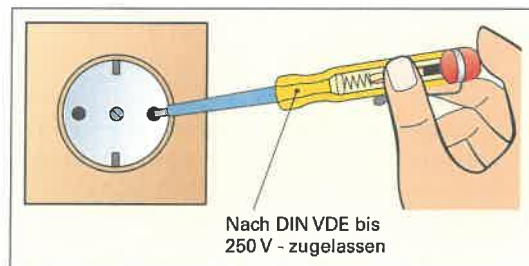

Bild 2: Spannungsprüfer
3. Einpolige Spannungsprüfer (Bild 2) werden in der Elektrotechnik meist von Laien verwendet.